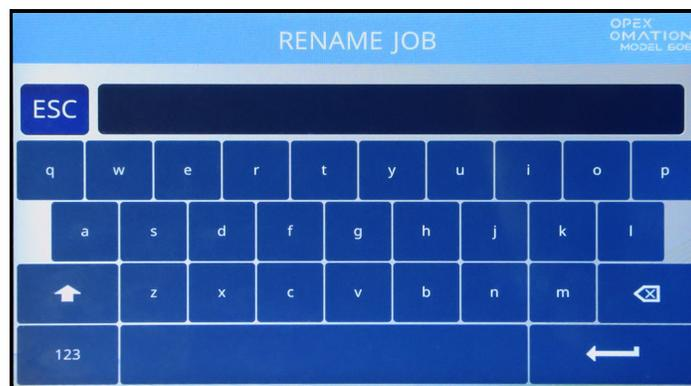

図 6-11 : ジョブ名の変更画面
2. ジョブをタップして選択します。ジョブ名の変更画面が表示されます (図 6-11)。